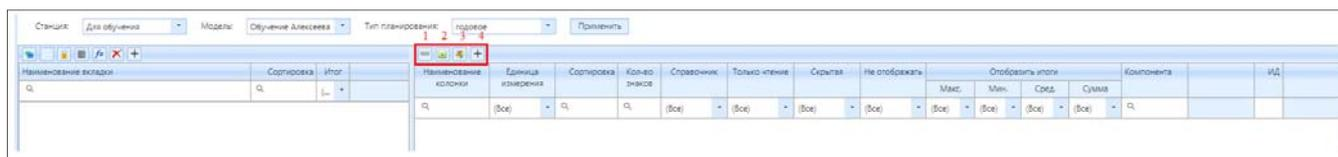
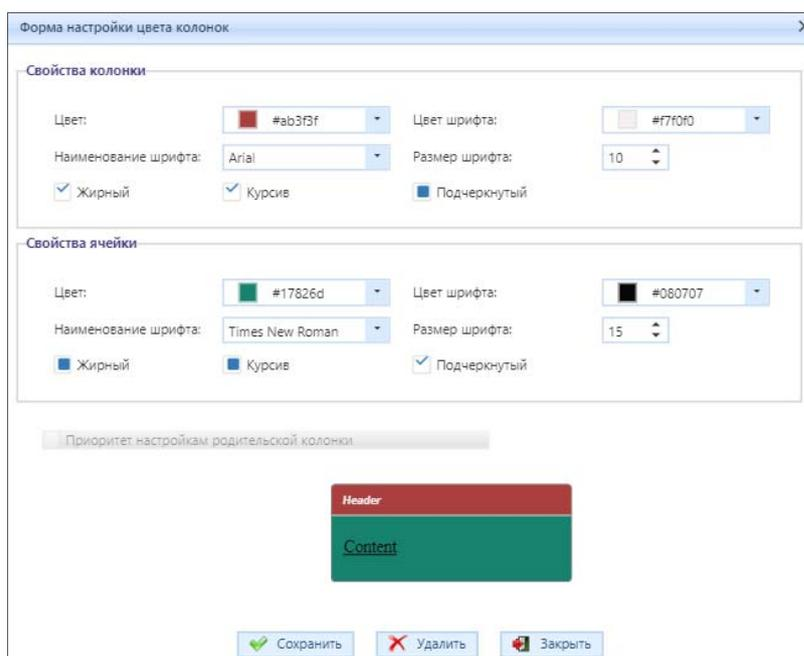

Рисунок 4.5.26 – Интерфейс подраздела «Настройка отчетов»
Рисунок 4.5.27 – Интерфейс формы настройки цвета колонок
Функциями кнопки (3) «Палитра» на рис. 4.5.26 можно воспользоваться после нажатия на наименование колонки (рис. 4.5.27).
Здесь задаются параметры для визуализации отображения содержимого колонок. Как показано на рис. 4.5.27, можно задать цвет колонки и параметры шрифта внутри колонки. Также можно задать в этом же окне цвет ячейки и параметры шрифта в ячейке.